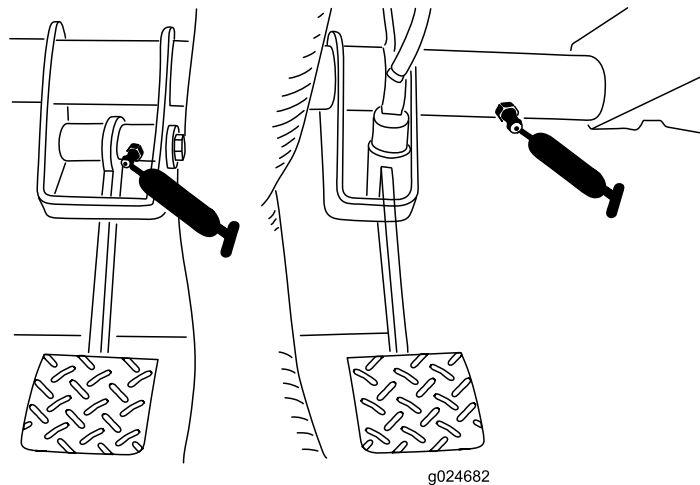

Figure 30
- **Embrayage (1)**; voir Figure 30
- **Frein (1)**; voir Figure 30